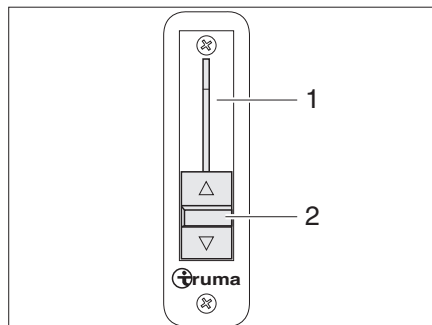

Bild 22 Strangsperr
Der Schieberegler (Bild 22,2) für die Strangsperr (Bild 22,1) befindet sich links außen am Armaturenbrett.
- Hebel (Bild 22,2) ganz nach unten schieben. Die Strangsperr ist geschlossen.